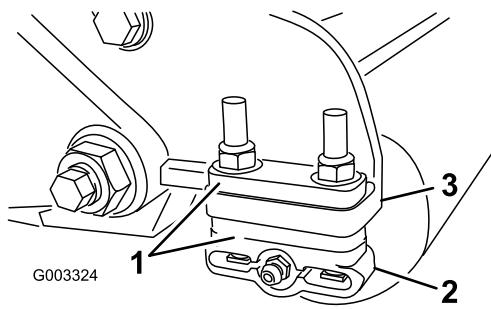

図 12
1. HOC刈高チャートに従って、サイドプレート取り付けフランジ(図 12)の下に必要な枚数のスペーサを入れて、後部ローラーブラケット図 12を希望の刈高範囲に調整する。